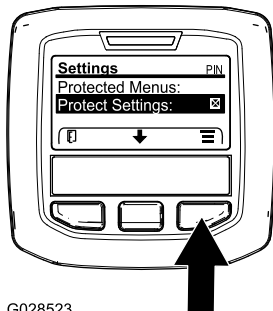

Bild 26
1. Navigieren Sie vom Hauptmenü mit der mittleren Taste auf das Menü EINSTELLUNGEN und drücken Sie die rechte Taste (Bild 26).